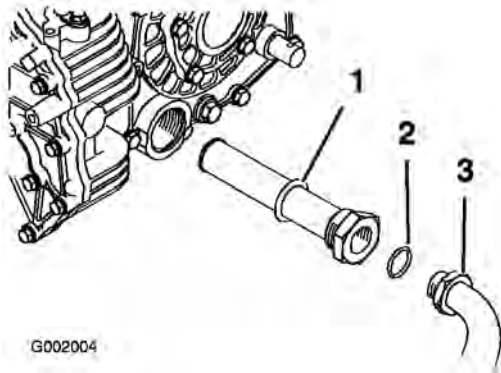

Figura 64
5. Retire el tubo hidráulico y el codo de 90° (Figura 64).